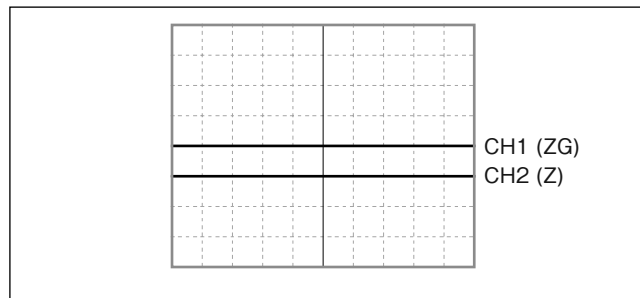

図 4-9
- ① インターフェースユニットのチェック端子 TP5 (ZG) と TP4 (GND) に、オシロスコープの CH1 プローブを接続します。
- ② インターフェースユニットのコネクタ CN2-5 ピン (Z) とチェック端子 TP4 (GND) に、オシロスコープの CH2 プローブを接続します。
- ③ オシロスコープの TIME/DIV スイッチを 200 ms にします。
- ④ オシロスコープの CH1、CH2 の偏向感度 (VOLTS/DIV) を 2 V/DIV にします。
- ⑤ オシロスコープの CH2 の INPUT COUPLING スイッチを GND に合わせ、CH1 はスクリーンセンターにくるようにオシロスコープの POSITION を調整します。CH2 は、1 マス下にくるようにオシロスコープの POSITION を調整します。(図 4-9 参照)